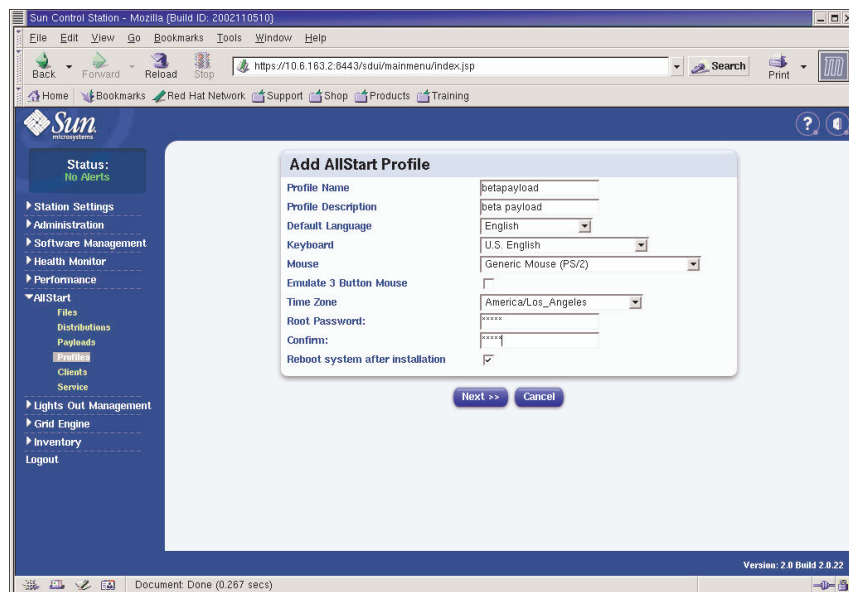

FIGURE 2-9 Fenêtre Add AllStart Profile
**a. Dans la fenêtre Add AllStart Profile, sélectionnez les paramètres correspondant à votre site (voir l'exemple de la FIGURE 2-9). Ensuite, cliquez sur Next.**